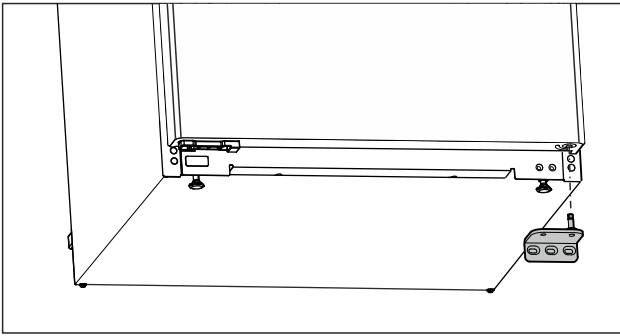

Fig. 14
- ▶ Vegye le lefelé a csapágybakot. (lásd Fig. 14)